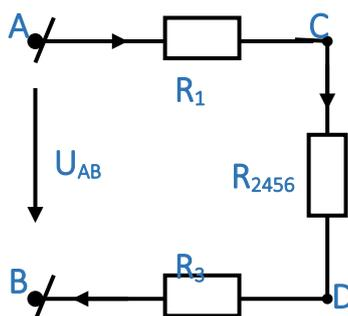

Рисунок 5.4
- Рисунок 5.4 $R_{2456} = \frac{R_2 \cdot R_{456}}{R_2 + R_{456}} R_{2456} = \frac{2 \cdot 6,5}{2 + 6,5} = 1,529\text{Ом}$